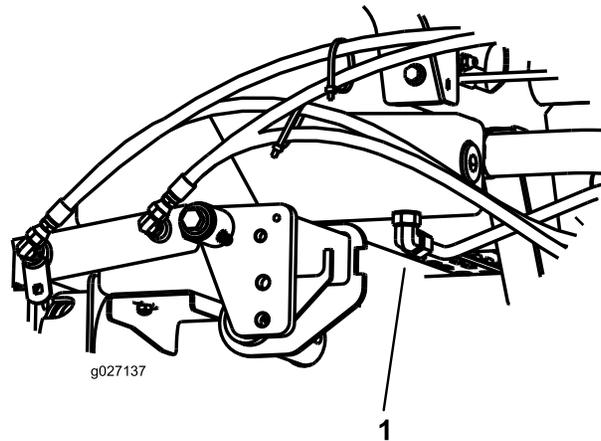

图71
2. 在液压油箱底部安装的接头下面放置一个大放油盘（图71）。